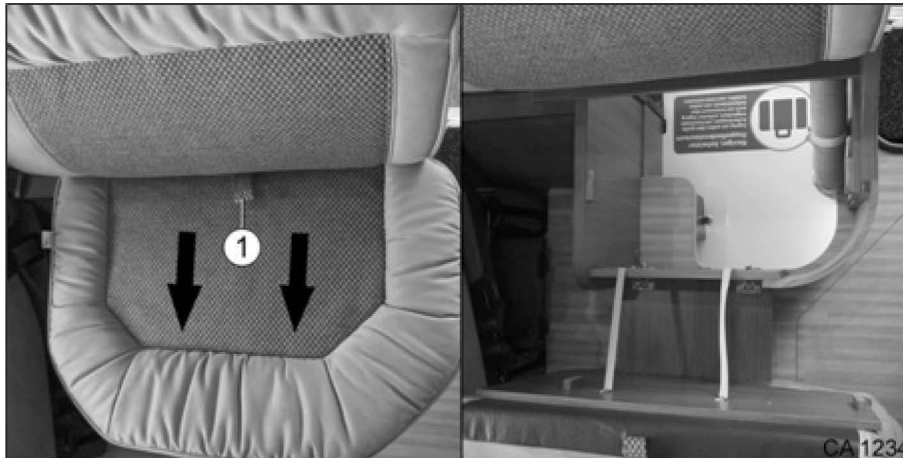

Fig. 71 Mécanisme de rabat de la banquette latérale courte
1. Tirer la poignée (Fig. 71/1) dans le sens indiqué pour accéder au rangement sous le siège.